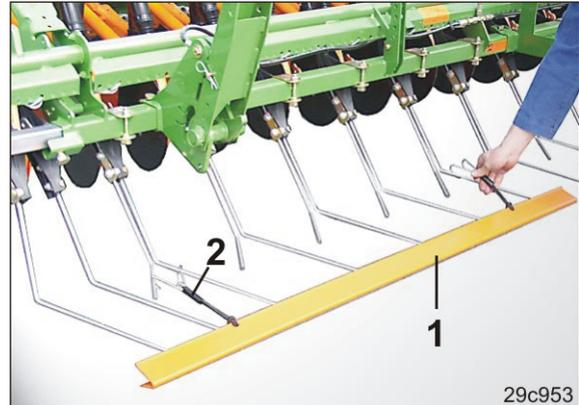

Рис. 214
1. Наденьте двухсекционную транспортную защитную накладку (Рис. 214/1) на кончики зубьев выравнивателя типа «Ехакт».
2. Закрепите транспортную защитную накладку на выравнивателе пружинными держателями (Рис. 214/2).